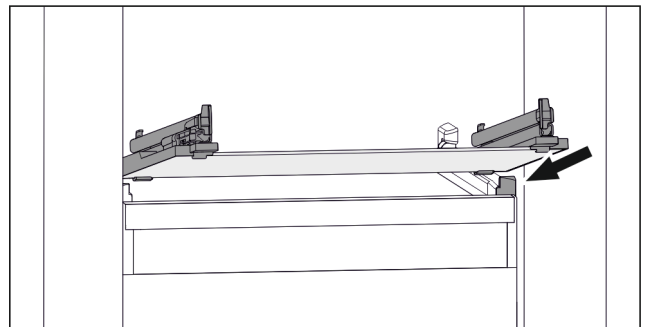

Fig. 28 Beispielhafte Darstellung der Glasplatte
- ▶ Glasplatte schräg hinter den Stopperrn aufsetzen. (zie Fig. 28)